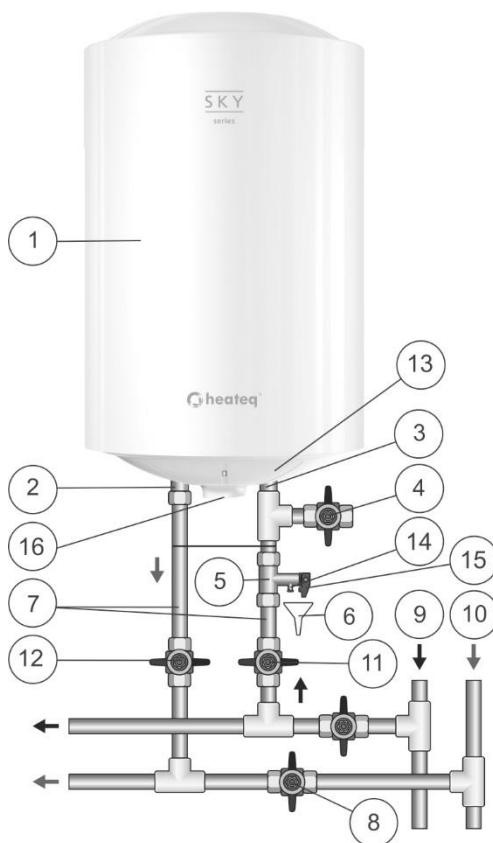

Fig. 1. Schema del collegamento idraulico dello scaldacqua
Il corpo esterno dello scaldacqua è realizzato del materiale acciaio. Il serbatoio interno ha il rivestimento speciale in biovetroporcellana che protegge a modo sicuro la superficie interna della corrosione elettrochimica. Lo spazio tra il corpo esterno ed il serbatoio interno è riempito con poliuretano schiumato che presenta un'isolamento termico moderno ed ecologico con le ottime caratteristiche d'isolamento termico. I modelli Sky sono dotati dei due raccordi filettati: per l'entrata dell'acqua fredda (Fig. 1, pos. 3) con l'anello di colore blu e per l'uscita dell'acqua calda (Fig. 1, pos. 2) – con l'anello di colore rosso. Sul lato inferiore dello scaldacqua di tutti i modelli è posizionato una manopola di comando (Fig. 1, pos. 16).
La valvola di sicurezza (Fig. 1, pos. 5) fa la funzione della valvola di ritegno che impedisce il ritorno dell'acqua dallo scaldacqua alla tubazione in caso del calo di pressione nella tubazione stessa ed anche in caso di salita di pressione in serbatoio durante il riscaldamento forte dell'acqua ed anche fa la funzione della valvola di protezione che evita sovrappressioni al serbatoio durante il riscaldamento forte dell'acqua. Durante il funzionamento dello scaldacqua l'acqua può gocciolare dall'attacco di scarico della valvola di sicurezza per lo scarico della pressione eccessiva che provvede la sicurezza dello scaldacqua. Questo attacco di scarico deve essere lasciato aperto all'atmosfera e deve essere previsto in pendenza continua verso il basso.
E indispensabile assicurare lo scarico d'acqua dall'attacco di scarico della valvola di sicurezza (Fig. 1, pos. 14) alla canalizzazione mediante l'apposito scarico (Fig. 1, pos. 6) previsto durante il montaggio.
E indispensabile provvedere regolarmente (minimo una volta al mese) allo scarico di una porzione piccola dell'acqua dall'attacco di scarico della valvola di sicurezza alla canalizzazione per lo scopo di pulizia del calcare e controllo di funzionalità della valvola di sicurezza. Una leva (Fig. 1, pos. 15) serve per aprire la valvola di sicurezza. Occorre assicurare che durante il funzionamento dello scaldacqua la leva suindicata sia in posizione che chiuda lo scarico dell'acqua dal serbatoio.
Montare la valvola di sicurezza (Fig. 1, pos. 5) all'entrata dell'acqua fredda (Fig. 1, pos. 3), un raccordo con anello di colore blu, a 3,5-4 giri assicurando la tenuta idraulica del collegamento con qualsiasi materiale di guarnizione (lino, nastro Teflon, etc.).
Il collegamento idraulico si effettua secondo le indicazioni riportate sulla Fig. 1 esclusivamente a mezzo dei tubi di rame, tubi multistrato di tipo «M-pipes» (costituite da strati polimerici e metallici) o di plastica oppure dei raccordi flessibili idraulici. E vietato l'utilizzo dei raccordi flessibili idraulici già usati. Si consiglia di alimentare lo scaldacqua con l'uso di filtro defangatore montato sulla tubazione di acqua fredda (non in dotazione).
Fig. 1: 1 – Scaldacqua, 2 – raccordo per l’uscita dell’acqua calda, 3 – raccordo per l’entrata dell’acqua fredda, 4 – rubinetto di scarico (non in dotazione), 5 – valvola di sicurezza, 6 – scarico alla canalizzazione (non in dotazione), 7 – tubi di alimentazione, 8 – chiudere il rubinetto quando lo scaldacqua è in uso, 9 – tubo di acqua fredda, 10 – tubo di acqua calda, 11 – rubinetto dell’alimentazione di acqua fredda, 12 – rubinetto dell’uscita di acqua calda, 13 – calotta di protezione, 14 – attacco di scarico della valvola di sicurezza, 16 – manopola di controllo.
Dopo che il collegamento idraulico sia effettuato assicurare che il rubinetto di intercettazione di acqua fredda dello scaldacqua sia aperto e che rubinetto di intercettazione di acqua calda dello scaldacqua (Fig. 1, pos. 8) sia chiuso. Aprire il rubinetto dell’alimentazione dello scaldacqua con l’acqua fredda (Fig. 1, pos. 11), il rubinetto dell’uscita di acqua calda dallo scaldacqua (Fig. 1, pos. 12) ed il rubinetto dell’acqua calda sul miscelatore per consentire l’uscita dell’aria interna dallo scaldacqua. Al riempimento completo dello scaldacqua si verificherà un flusso costante dal miscelatore. Chiudere il rubinetto dell’acqua calda sul miscelatore. Nel caso di collegamento dello
NB: per facilitare la manutenzione dello scaldacqua durante il suo uso si consiglia d'installare il rubinetto di scarico (Fig. 1, pos. 4) in conformità alle indicazioni fornite sulla Fig. 1 (per i modelli non dotati del raccordo di scarico (non è in dotazione)).
Lo scaldacqua viene acceso/spento ruotando la linea dell'indicatore sulla manopola di controllo situata sul coperchio di protezione dello scaldabagno (Fig. 1, pos. 16) sulla zona "OFF". La temperatura dell'acqua nel serbatoio interno viene regolata tramite la manopola di comando (Fig. 1, pos. 16) nel range di valori da "OFF" (valori minimi) a "HIGH" (valori massimi). La spia di controllo mostra la modalità di funzionamento dell'EWH: si accende quando l'acqua viene riscaldata e si spegne quando viene raggiunta la temperatura impostata.